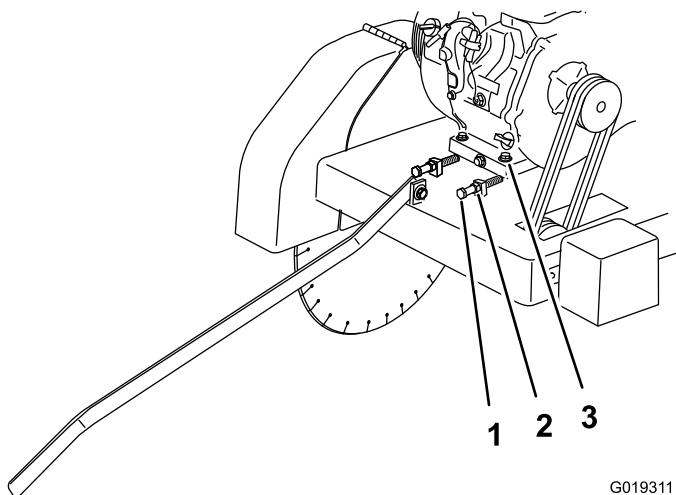
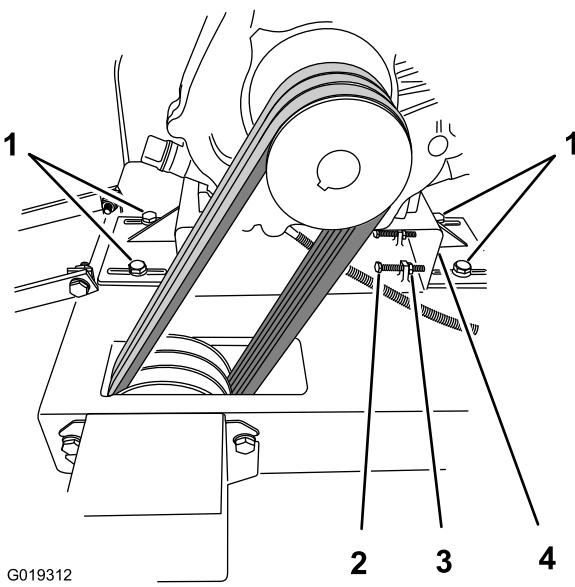

Figura 52
Figura 53
- B. Retire los pernos, las arandelas y las tuercas que sujetan el motor a la base de la máquina (Figura 52).
- **Modelo 68046**—Aflaja los pernos y las arandelas que sujetan la chapa del motor a la base de la máquina (Figura 53).
3. Afloje las contratuercas que sujetan los pernos tensores (Figura 52 y Figura 53).
- A. **Modelo 68045**—Apriete los pernos y las tuercas que sujetan el motor a la base de la máquina a 48 Nm (35 pies-libra) (Figura 52).
- B. **Modelo 68046**—Apriete los pernos que sujetan la chapa del motor a la base de la máquina a 48 Nm (35 pies-libra) (Figura 53).
- Afloje el perno tensor de las correas y la contratuerca, deslice el motor hacia adelante para aflojar las correas; consulte Figura 52 y Figura 53.